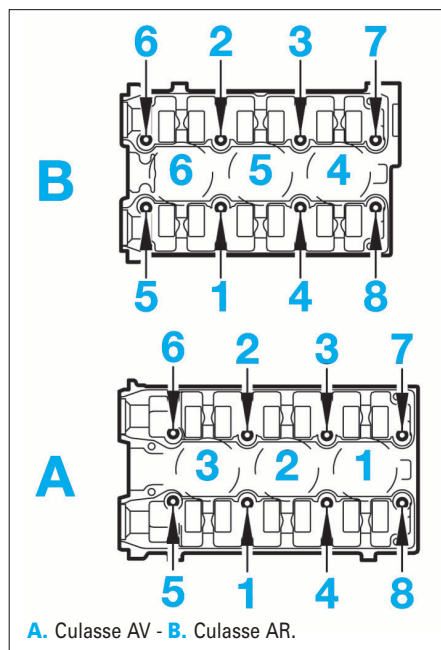

FIG. 80
- Serrer les vis de culasse en ordre croissant (Fig.80) et au couple de serrage.